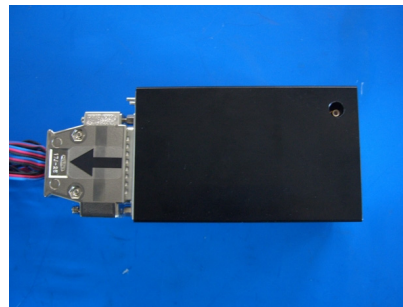

図 2.13: AP-CUB 搭載の向き (矢印面が上、矢印方向が機首)
- 図 2.13 のように、AP-CUB のコネクタ上面に矢印がある面が機体上面側になるように、また矢印が機首方向を向くように設置します。上下や前後を間違えて設置したり、飛行中に AP-CUB が傾いたり移動したりすると、AP-CUB は機体を制御することができず、墜落する可能性があります。十分ご注意ください。